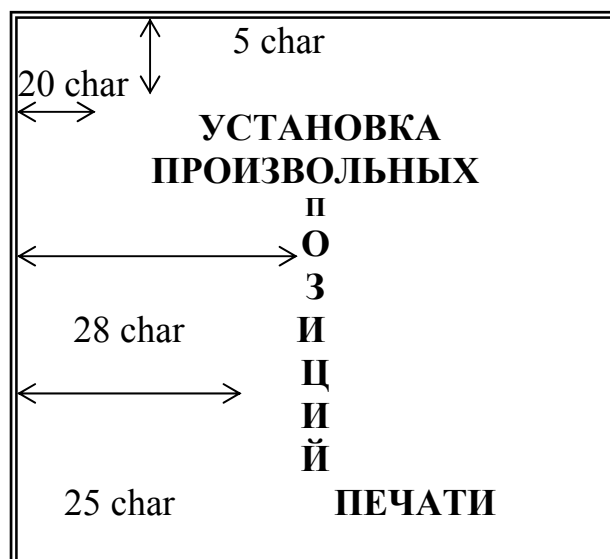

Рис.10
8. Создать файл для распечатки текста как на рис. 10.